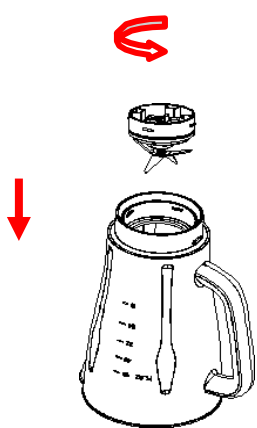

Рис. 3
1) Переверните чашу блендера на ровную поверхность, удерживая ее за ручку, закрепите уплотнительное кольцо 2 и основание с лезвием на дне чаши, повернув основание против часовой стрелки до упора, как показано на Рис. 3.